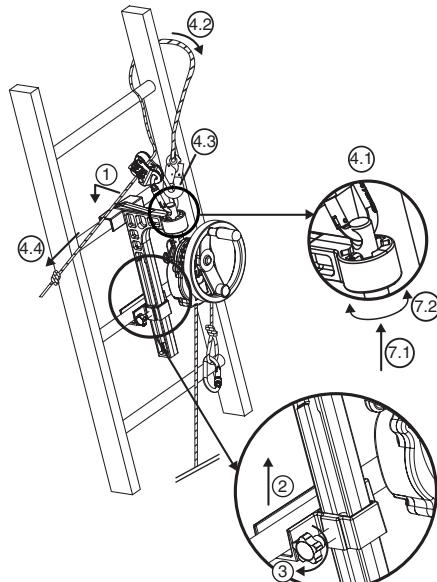

Рис. 6
6.3.2. Устройство Derope™ UP B (рис. 6)
1. Установите большой кронштейн, предназначенный для крепления к поперечине лестницы, в положение, выбранное вами для проведения спасательной операции, над эвакуируемым лицом (рис. 6, 1).
2. Поднимите блокирующий зажим и установите его на поперечине, расположенной непосредственно под той поперечиной, на которую установлен большой кронштейн (рис. 6, 2).
3. Зафиксируйте блокирующий штырь блокирующего зажима с помощью завинчивающейся головки, которая находится на кронштейне сбоку (рис. 6, 3).
– Пропустите карабин приспособления для регулировки длины стропа LCM 05 через отверстие в верхней части крепежного штыря (рис. 6, 4.1).
– Оберните страховочный строп вокруг поперечины, находящейся над кронштейном, обойдя одну из стоек лестницы (рис. 6, 4.2).
– Присоедините карабин страховочного стропа к карабину приспособления для регулировки длины стропа LCM 05 (рис. 6, 4.3).
– Натяните страховочный строп, потянув за свободную ветвь (рис. 6, 4.4).
7. Установите устройство Derope™ в нужное положение, меняя положение крепежного штыря в делительном устройстве (рис. 6, 7.1–7.2).